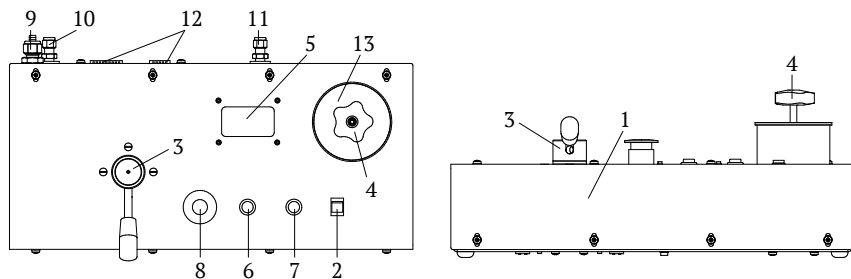

Рис. 2. Внешний вид пульта управления:
### 4.2 Внешний вид пульта управления показан на рис. 2.
4.7 Пульт управления состоит из корпуса 1 (Рис.2) изготовленного из стального листа и окрашенного порошковой эмалью. На пульте установлены: кнопка включения системы 2, рычаг переключения режимов работы 3, позволяющий переключать систему в режим предварительной накачки и в режим регулирования давления, так же установлен стакан 13 для рабочей жидкости и вентиль сброса давления 4. Информационный дисплей 5 предназначен для отображения текущего и установочно-максимального создаваемого давления системы. Дисплей не является СИ (является индикатором). Кнопки 6 и 7 позволяют в ручную изменить максимальное давление в диапазоне 0...61 МПа. Кнопка 6 служит для понижения установочного давления, а кнопка 7 соответственно для его повышения (при длительном нажатии значение будет изменяться на 1 МПа, при коротком на 0.2 МПа). Кнопка аварийного отключения 8 служит для выключения системы при аварийной ситуации. В пульте управления установлена электронная плата управления, выпускной клапан, шаровый кран с датчиками положения, а сам пульт предназначен для управления всей системой и изменения режимов ее работы.
4.10 Режим предварительного создания давления (определяется положением *рукоятки 3 (Рис. 2)* пульта управления). Данный режим используется для заполнения присоединенных манометров или других гидравлических устройств, рабочей жидкостью, путем сжатия оставшегося в них воздуха. При отклонении джойстика от себя происходит включение движения штока насоса вперед, со скоростью пропорциональной величине отклонения, и рабочая жидкость вытесняется через выпускной клапан в систему и в подключенные манометры или другие устройства. При достижении штоком конечного положения возрастание давления на выходе системы прекращается и он автоматически возвращается в начальное положение (рукоятку джойстика отпускать не нужно) с максимальной скоростью (в этот момент происходит всасывание рабочей жидкости из *стакана 13 (Рис. 2)* в полость насоса через впускной клапан). При достижении штоком начального положения, он автоматически начинает двигаться вперед возобновляя цикл повышения давления со скоростью определяемой положением джойстика. Далее процесс повторяется циклически. Количество циклов зависит от внутреннего объема присоединенных манометров или другого оборудования. При приближении давления в системе к необходимому, необходимо снизить скорость повышения путем уменьшения угла отклонения рукоятки джойстика. Затем полностью остановить поднятие давления отпустив джойстик, после чего происходит автоматический возврат штока в начальное положение. В данном режиме джойстик работает только от себя, т. е. на повышение давления.